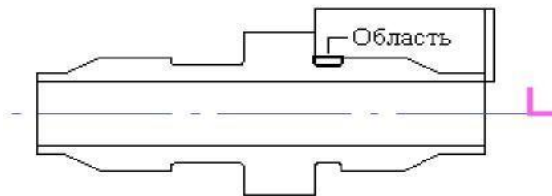

Рис.4.41
3. Укажите контур, определяющий границы области (см Рис. 4.41).